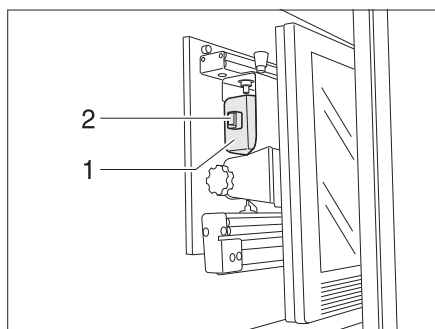

Fig. 6 Support dans le meuble de télévision
- Tourner le téléviseur dans sa position initiale (Fig. 6) et, le cas échéant, le laisser s'enclencher.
- Pousser la console du téléviseur ou le support de l'écran plat à l'aide de la poignée (Fig. 6,1) vers l'arrière. Le verrou (Fig. 6,2) s'enclenche.